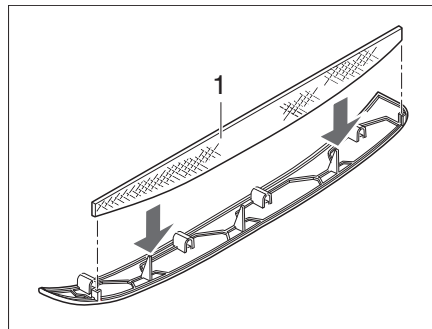
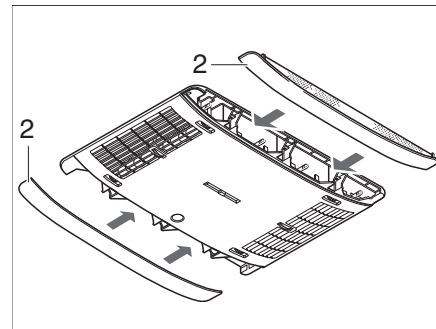

Bild 362 Luddfilter klimatanläggning
Bild 363 Paneler klimatanläggning
I panelerna (Bild 363,2) på sidorna finns två luddfilter. Luddfiltren måste rengöras regelbundet, dock minst var 6:e månad, och vid behov ska de bytas.
- Dra av panelerna (Bild 363,2) från luftspridaren och rengör luddfiltret (Bild 362,1) eller byt det vid behov.